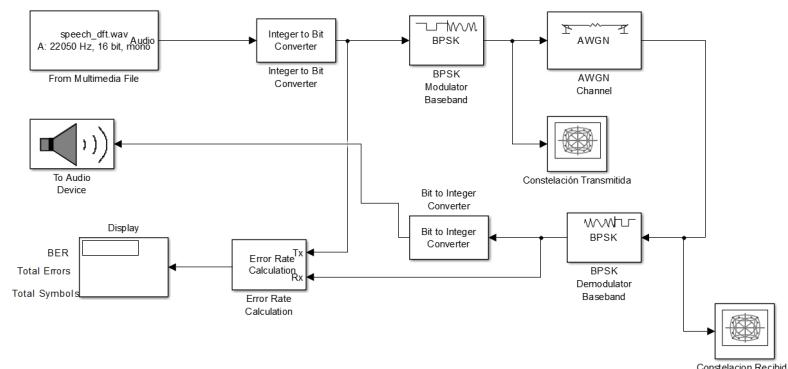

Figura 10: Bloque Modulador y Demodulador BPSK para streaming de audio
1. Localice el archivo **BPSK_Sound.slx** y proceda a abrirlo. Es importante que inspeccione el archivo y los bloques estén interconectados de forma correcta. En la figura 10 se muestra el diagrama de bloques para un modulador y demodulador en Simulink. **NOTA: Es importante tomar en cuenta que el bloque To Audio Device fue usado para la versión de Matlab 2015b pero para versiones superiores puede utilizar Audio Device Writer si fuera necesario que le de un problema.**